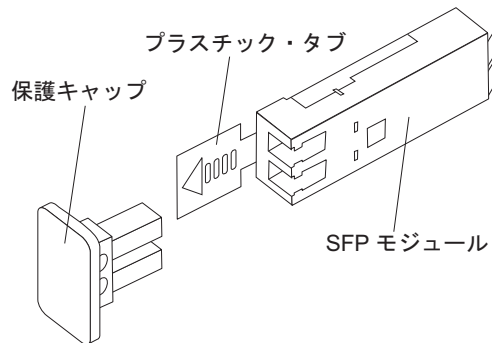

図 25. SFP モジュールおよび保護キャップ
2. 図 25 に示すように、SFP モジュールから保護キャップを取り外します。将来の利用に備えて、保護キャップを保管しておきます。
2. 必要があれば、56 ページの図 25 に示すように、SFP モジュールから保護キャップを取り外します。将来の利用に備えて、保護キャップを保管しておきます。